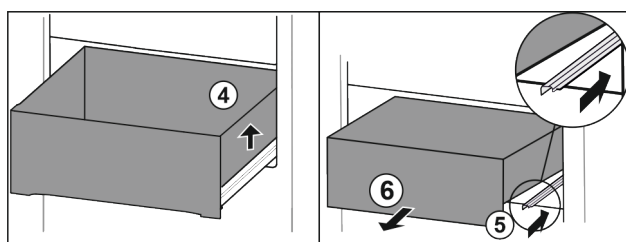

Fig. 89
- Soulever le tiroir sur la droite. Fig. 89 (4)
- Rentrer le rail de droite. Fig. 89 (5)
- Retirer le tiroir par l'avant. Fig. 89 (6)